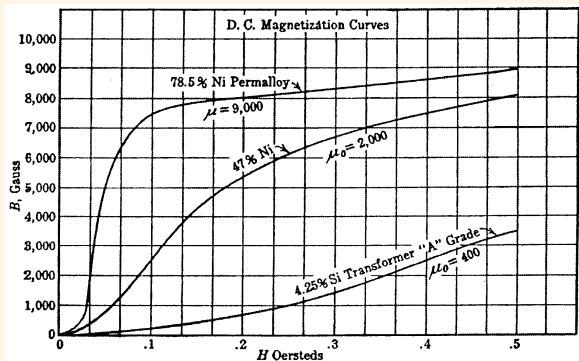

Рис. 39. Поведение кривых намагничивания в области малых уровней напряженности магнитного поля (Авт. Timbie)
Тогда проблема насыщения сердечника, благодаря току покоя, не возникает. Кое-кто возразит, что, мол, в однотактных усилителях несбалансированный ток покоя смещает рабочую точку в выходном трансформаторе от центра петли гистерезиса, тем самым улучшая его способность передачи слабых сигналов в нагрузку (громкоговоритель). Эти кросс-искажения и являются основой для защитников «первого ватта» – адептов однотактного движения. Обращение к Рис.39 подтверждает некоторую правоту их взглядов. Тщательный выбор магнитного материала способен минимизировать эту проблему. Пермаллои с умеренным содержанием никеля имеют превосходные свойства при работе с очень малыми уровнями магнитной энергии. В любом случае возможно создать некоторое подмагничивание постоянным током с помощью простого разбаланса выходного каскада (82), что, в свою очередь, сместит рабочую точку (по магнитным свойствам) выходного трансформатора из центра петли гистерезиса. Конечно, это приведет к раннему клиппированию, т.е. уменьшению